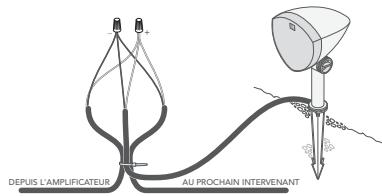

Figure 7
- Coupez les deux fils pour l'enceinte gauche ou droite (voir les tableaux ci-dessous) et dénudez 3/4 po d'isolation sur les extrémités exposées des fils d'enfouissement, puis dénudez 3/4 po d'isolation des extrémités de la queue de cochon de l'enceinte correspondante (voir Figure 7).
- Créez une boucle d'environ 250mm (10 po) et utilisez un collier de serrage pour maintenir la boucle et le câble de l'enceinte en place afin de soulager la tension (voir Figure 7).